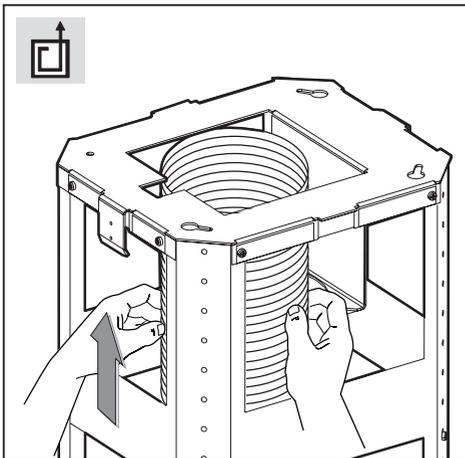

Fig.7
•**Versione aspirante:** fissare il tubo flessibile al foro di evacuazione aria predisposto (Fig.7).